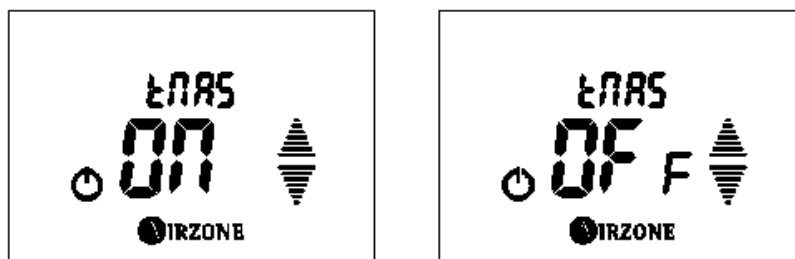

Fig. 38
- **Configuración termostato maestro MASTER :** Muestra la configuración que tiene el termostato. Si es maestro muestra YES y si es zona muestra OFF . Si desea cambiar configuración del termostato pulse **AIRZONE**, el valor del menú se pondrá a parpadear, esto indica que estamos dentro del menú. Seleccione la opción deseada mediante las flechas $\uparrow/\downarrow$ y pulse **AIRZONE** para confirmar. Si desea salir del menú pulse OFF para volver al menú anterior. (Fig. 38)